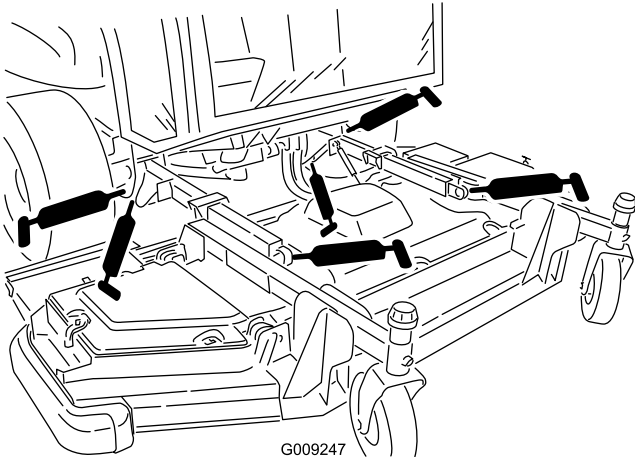

Bild 90
- 2 Hubarmbüchsen (Bild 90)
- Zwei Hubarm-Kugelgelenke (Bild 90)
- Zwei Frontmäherwerk-Hubzylinderdrehzapfen (Bild 90)